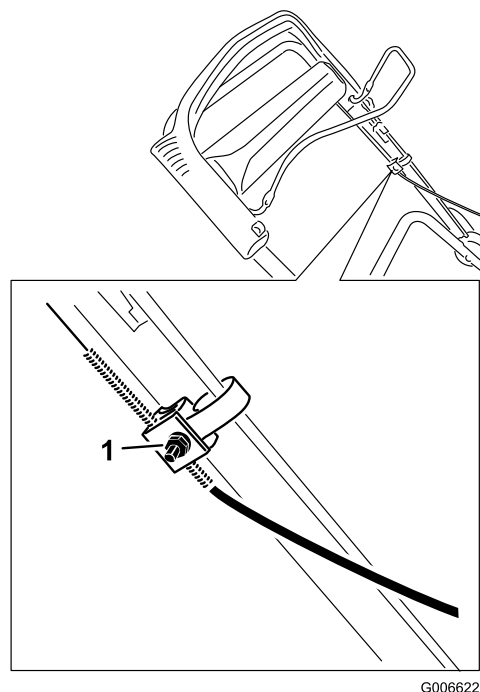

Figure 25
3. Desserrez l'écrou sur le support du câble (Figure 25).